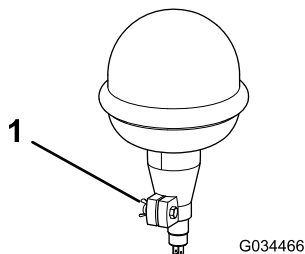

Figura 11
4. Afloje la tuerca de orejeta en la baliza (Figura 11).